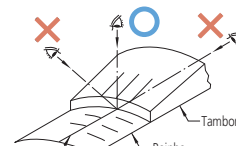

Fig. 4
2. Leia as graduações visto diretamente de cima para evitar erro de paralaxe. (Fig. 4)